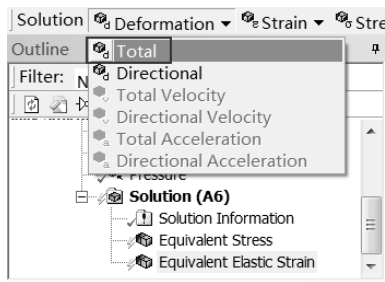

图 5-28 添加总变形选项
Step4：同 Step2，选择 Solution 工具栏中的 Deformation（变形） Total 命令，如图 5-28 所示，此时在分析树中会出现 Total Deformation（总变形）选项。